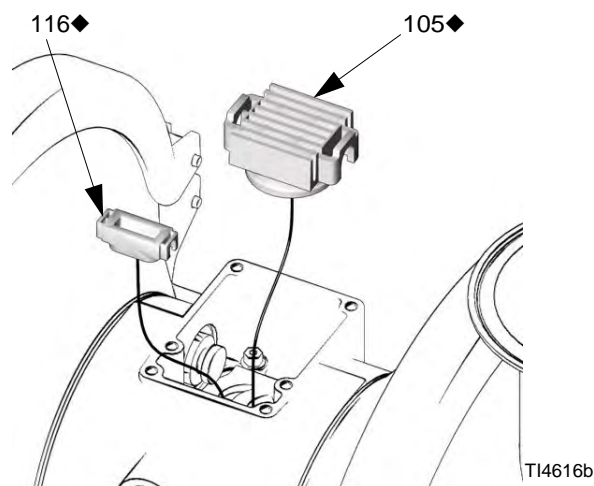

FIG. 7
3. Spostare il carrello della valvola (105) in posizione centrale ed estrarlo dalla cavità. Utilizzando pinze ad ago estrarre il blocco di guida (116) verso l'alto ed estrarlo dalla cavità. Vedere FIG. 7.